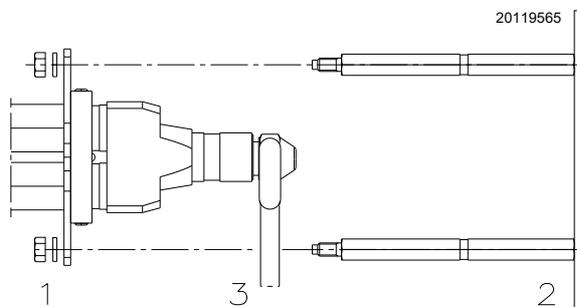

Fig. 15
- sustituir la boquilla con la llave 3) (Fig. 15).